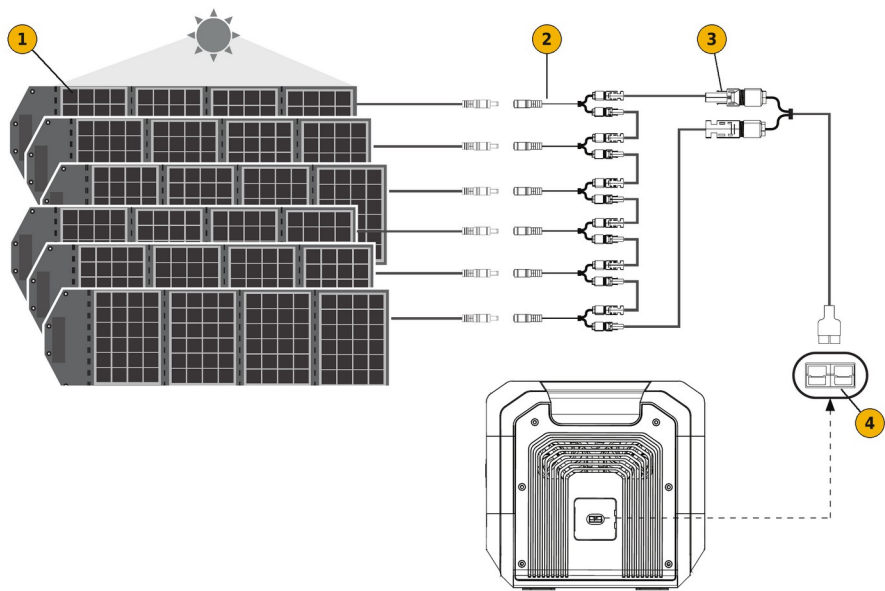

FIG. 5 — Conexión de seis paneles solares en serie a la entrada solar
- 2) Conecte cada panel a su adaptador 7909–MC4 y enlace los adaptadores en serie, del positivo de un panel al negativo del siguiente (FIG. 5).
- 4) Conecte el adaptador a la entrada solar del lateral de la batería (pos. 10). Nunca lo conecte a la salida Anderson del frontal.